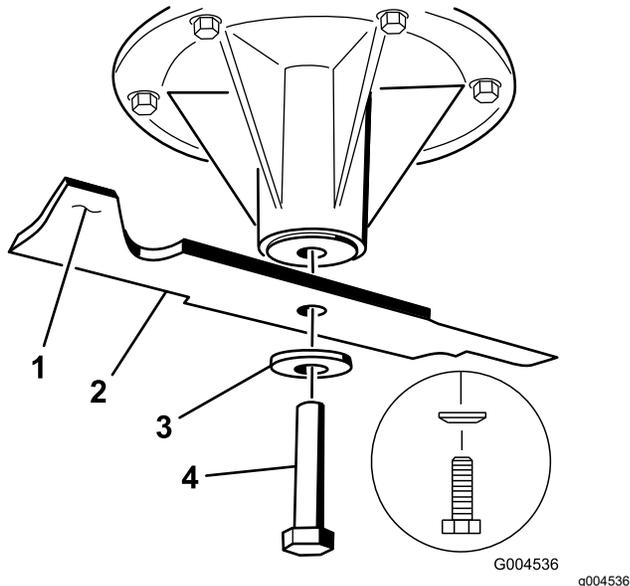

Figure 112
1. Placez la lame sur l'axe (Figure 112).
2. Installez la rondelle élastique et le boulon de la lame (Figure 112).
**Remarque:** Le cône de la rondelle élastique doit être dirigé vers la tête du boulon (Figure 112).